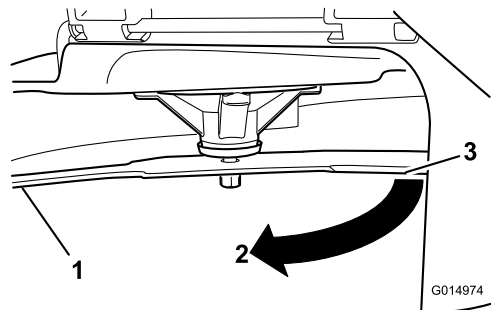

Figura 66
4. Rode a mesma lâmina 180 graus para que a extremidade de corte oposta fique na mesma posição (Figura 66).